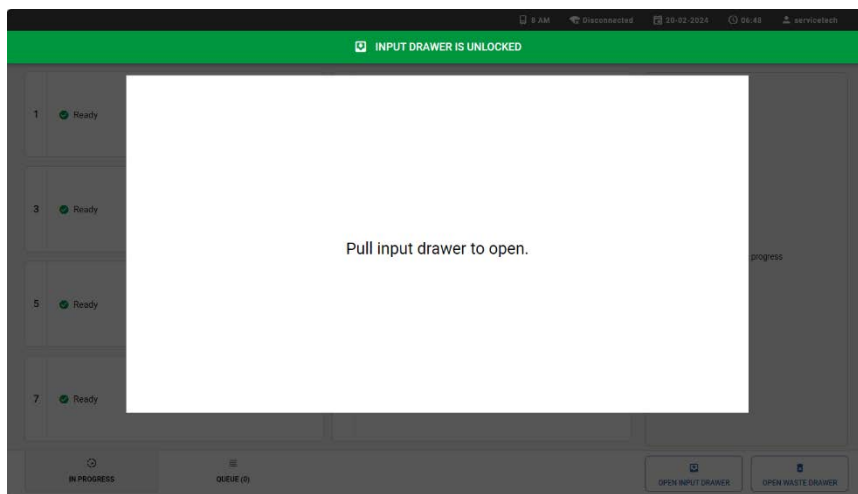

Abbildung 13. Dialogfeld zum Öffnen der Zufuhrschublade.
- Ziehen Sie nach Aufforderung die Zufuhrschublade auf (Abbildung 13). Je nach Gerätestatus kann es einen Moment dauern, bis die Schublade entriegelt wird. Beachten Sie, dass die Zufuhrschublade automatisch verriegelt wird, wenn keine Interaktion erfolgt.